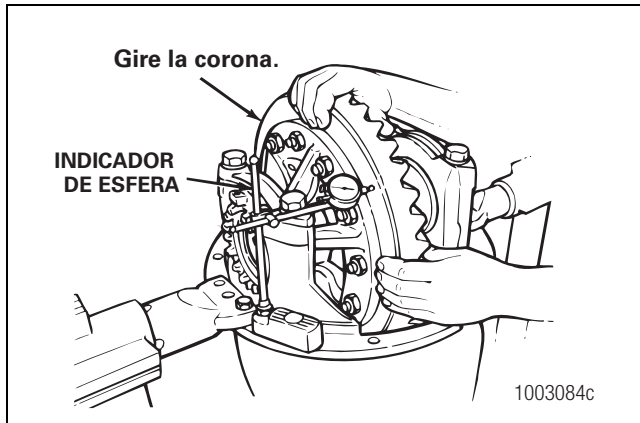

Figura 5.59
1. Fije un indicador de esfera sobre la brida de montaje del portadiferencial. Figura 5.59.
2. Ajuste el indicador de esfera de manera que el indicador esté contra la superficie posterior de la corona. Figura 5.59. Ponga el indicador de esfera en CERO.